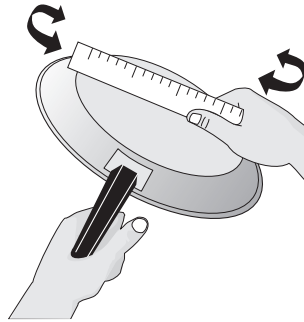
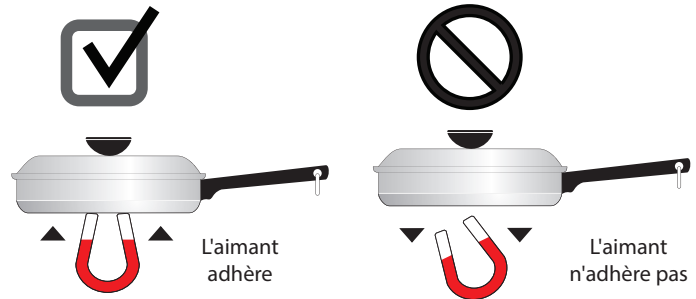
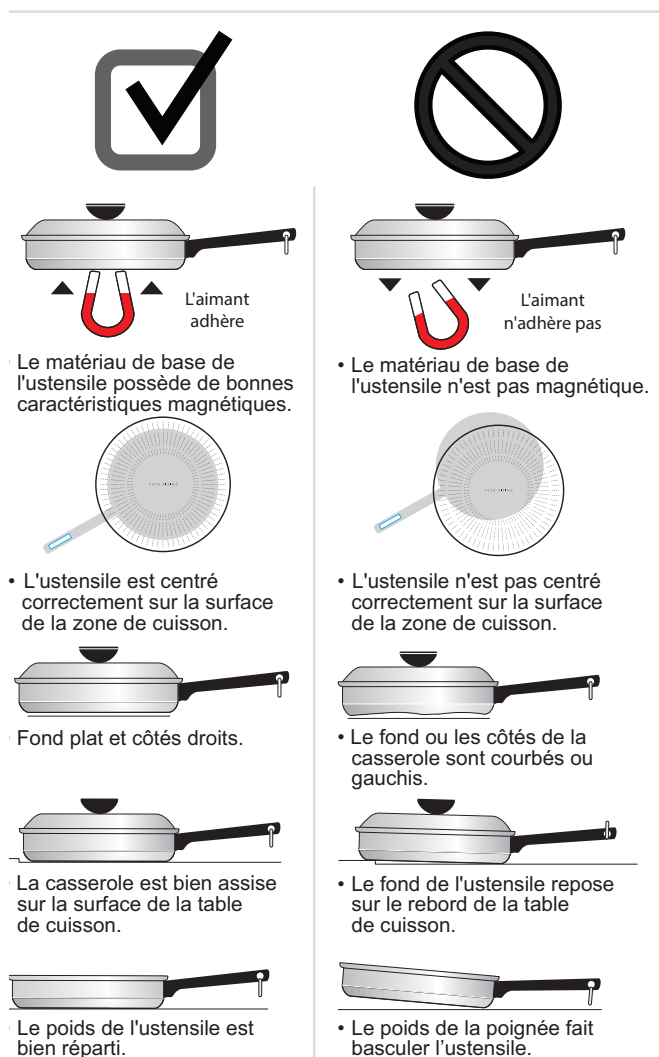

Figure 2: Test de la règle
Figure 4: Test de l'aimant
Figure 6: Détection de l'état de l'ustensile
Le type d'ustensile de cuisson utilisé et sa dimension influencent le réglage de la température nécessaire à l'obtention de résultats de cuisson optimaux. Assurez-vous de suivre les recommandations relatives à l'utilisation des ustensiles appropriés, tel qu'illustré sur la Figure 2 et la Figure 4.
Vérifiez que le fond des ustensiles de cuisson est bien plat en y faisant tourner une règle (voir Figure 2). Les ustensiles de cuisson doivent avoir un dessous plat qui entre bien en contact avec toute la surface de la zone de cuisson (voir Figure 6 à la page 11).
- **Acier inoxydable** – Conducteur de chaleur lent qui donne des résultats de cuisson variables. Il est durable, facile à nettoyer et il résiste aux taches. Certains types d'acier inoxydable ne fonctionneront pas sur une table de cuisson à induction. Utilisez le test de l'aimant (Figure 4) pour vérifier le magnétisme de votre ustensile de cuisson en acier inoxydable.
- **Émail vitrifié sur métal** – Les caractéristiques de chauffage varient selon le matériau de base. Un ustensile fait d'un métal compatible recouvert d'émail vitrifié fonctionnera sur une table de cuisson à induction. Utilisez le test de l'aimant (Figure 4) pour vérifier le magnétisme de votre ustensile de cuisson en émail vitrifié. To see if a piece of cookware will work on your induction cooktop, try to stick a magnet to it. If the magnet clings firmly to the bottom of the cookware, the cookware will work on your induction cooktop.
Pour vérifier qu'un ustensile de cuisson fonctionnera sur votre table de cuisson à induction, essayez d'y faire coller un aimant (voir Figure 4).
La Figure 6 indique les situations qui entraîneront l'affichage d'un message clignotant.